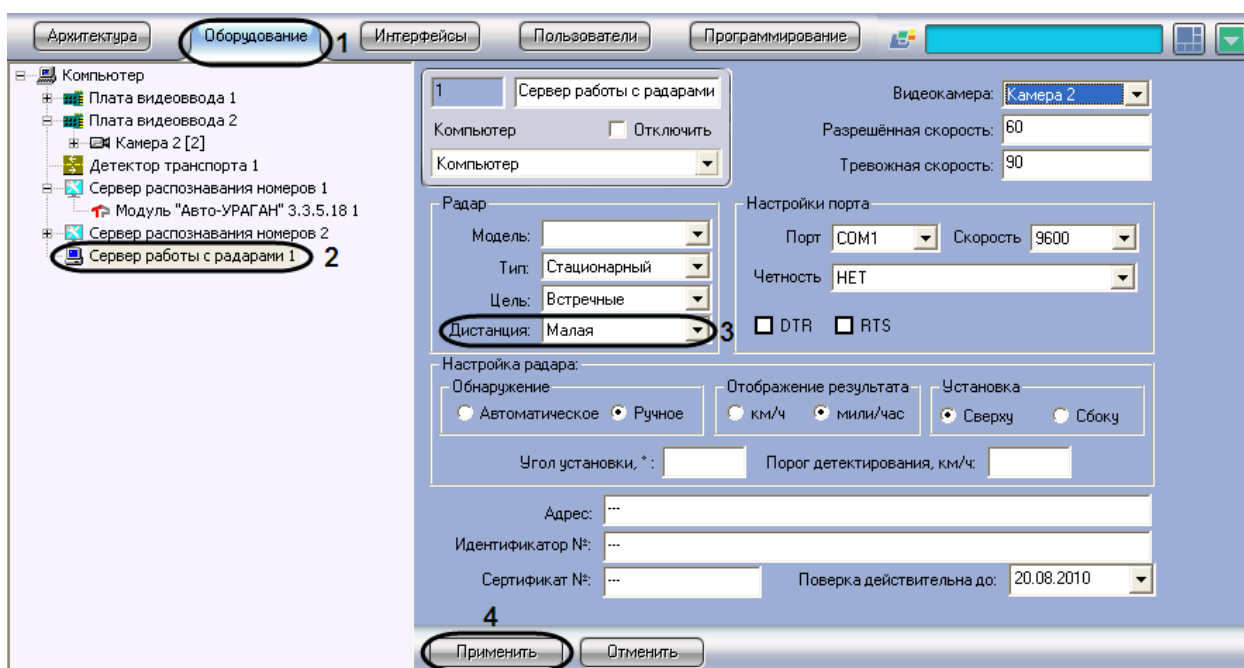

Рис. 7.3-8. Выбор дистанции для определения скорости движения транспортного средства
1. В диалоговом окне «Настройка системы» перейти на вкладку «Оборудование» (см. Рис. 7.3-8, 1).
2. В дереве объектов на вкладке «Оборудование» выбрать объект «Сервер работы с радаром», соответствующий настраиваемому программному модулю «Радар» (см. Рис. 7.3-8, 2). В правой части вкладки «Оборудование» отобразится панель настройки выбранного объекта.
3. В списке «Дистанция» выбрать расстояние от устройства «Радар» до места определения скорости движения транспортного средства, на котором требуется определять скорость движения (см. Рис. 7.3-8, 3).
4. Нажать кнопку «Применить» (см. Рис. 7.3-8, 4).